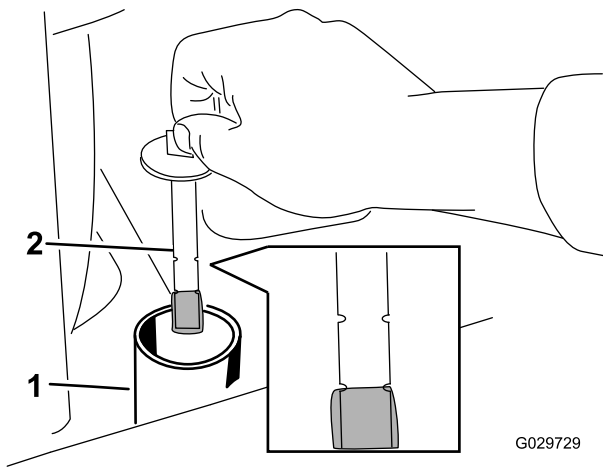

Figure 67
6. Enlevez le bouchon et la jauge du réservoir hydraulique (Figure 67).